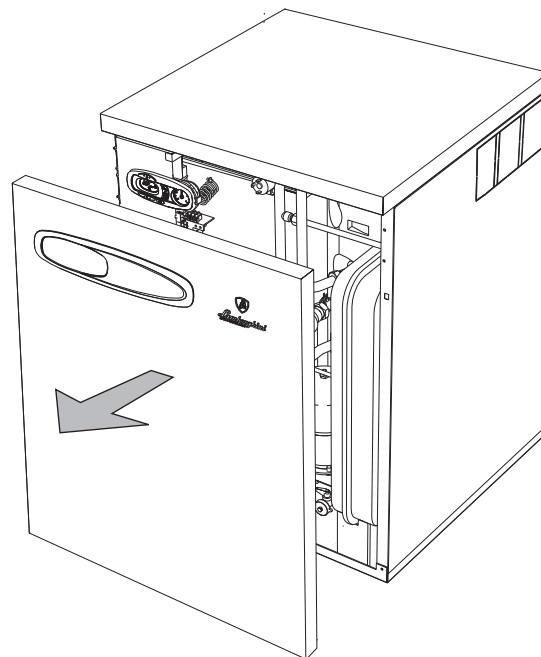

рис. 24 - Открытие передней панели
2. Снять переднюю панель (см. рис. 24).
Чтобы открыть обшивку котла, следует потянуть на себя панель и отцепить ее (см. рис. 24).